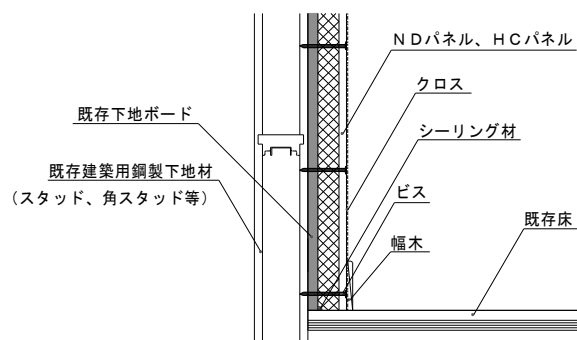

図10 幅木を取り外した場合の壁下端納まり図（例）
④ 壁下端部納まり図（例）[床一壁]
- ・既存の幅木を外せる場合は、取り外して図10のように施工してください。